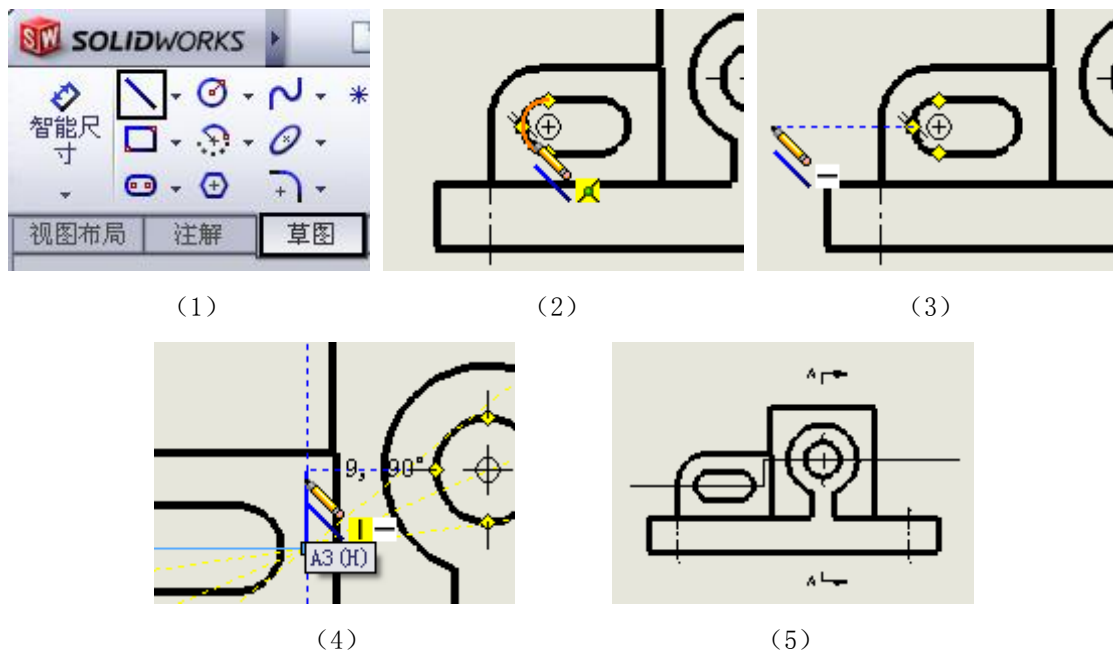

图 3-22 绘制连续直线段
在界面上方命令管理器中，如图 3-22 (1) 所示，单击“草图”命令标签中的“直线”命令图
标，将鼠标放在图纸中主视图长圆孔左侧半圆弧边线上（如图 3-22（2）所示），在光标处出现“重合”图标，并在圆心处显示中间为十字的黑色圆，证明捕捉到圆弧圆心。向左移动鼠标，在光标处出现“水平对齐”图标（如图 3-22（3）所示），到合适位置点击鼠标左键确认直线端点，然后水平向右移动鼠标在长圆孔圆弧右侧点击鼠标左键确认直线端点，再沿竖直方向绘制直线段（如图 3-22（4）所示，首先向上移动鼠标触碰圆柱体内孔的轮廓线，可捕捉到孔心，再沿水平方向向左移动到直线段竖直位置确认端点），再水平绘制直线段。这样，即绘制连续的直线段，按键盘“Esc”键，退出绘制直线状态，结果如图 3-22（5）所示。